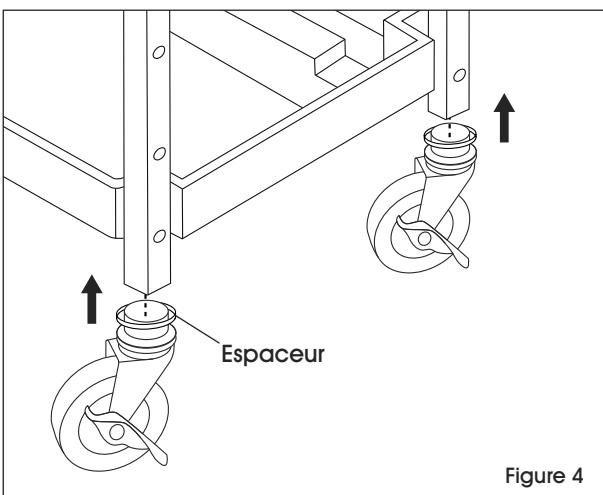

Figure 4
6. Place spacers over caster stems and insert stems into bottom of tubular frame. (See Figure 4)
6. Placez un espaceur sur la tige de chaque roulette, puis insérez les tiges dans le bas du cadre tubulaire. (Voir Figure 4)